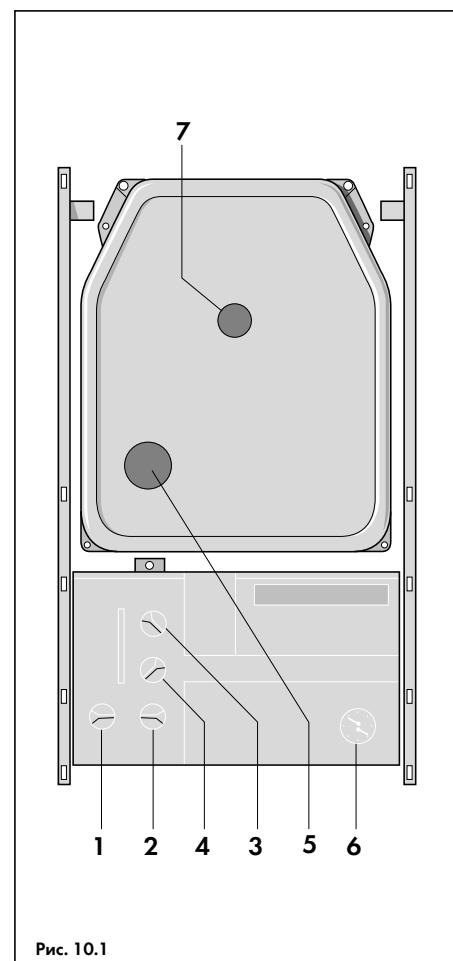

Рис. 10.1
- Установить регулятор температуры отопления (3, рис. 10.1) на желаемое значение. Рекомендуются следующие установки:
Указание: Первые часы эксплуатации аппарата рекомендуется устанавливать регулятор температуры отопления (3, рис. 10.1) на значение не выше "6".
- Регулятор температуры горячей воды* (4, рис. 10.1) установить на желаемое значение. При обычных условиях этот регулятор должен устанавливаться на "6".
Регулятор температуры горячей воды (4, рис. 10.1) установить на "9".
Включить режим "Отопление и горячая вода" . Установить регулятор температуры подающей линии (3, рис. 10.1) на "9".
Работу горелки можно наблюдать через смотровое окошко (5, рис. 10.1).
Указание: Аппарат имеет измерительный патрубок для анализа качества сжигания топлива (7, рис. 10.1). К нему можно подсоединить соответствующий измерительный прибор.
ВНИМАНИЕ: Ни в коем случае не допускайте эксплуатации аппарата без лицевого теплового экрана. При необходимости визуального контроля пламени используйте окошко (5, рис. 10.1) в передней крышке турбо-камеры.
Указание: Выполнение цикла можно отменить, главным выключателем (1, рис.10.1) или переключателем режимов работы (2,рис.10.1), повернув его в положение "Снятие сбоя".